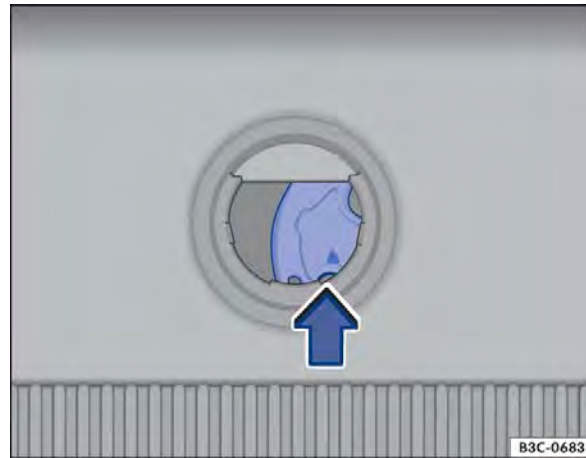

Fig. 221 A partir do compartimento de bagagem: destravar a tampa do compartimento de bagagem emergencialmente (variante 2).
- Pressionar a alavanca de destravamento no sentido da seta ⇒ Fig. 221 para destravar a tampa do compartimento de bagagem.